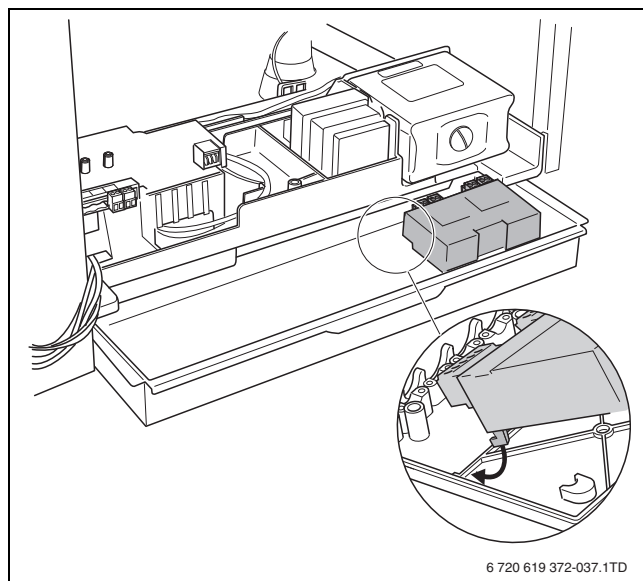

Bild 46 Modul im Wandhalter einrasten
- Modul in den Wandhalter einrasten (→ Bild 46).